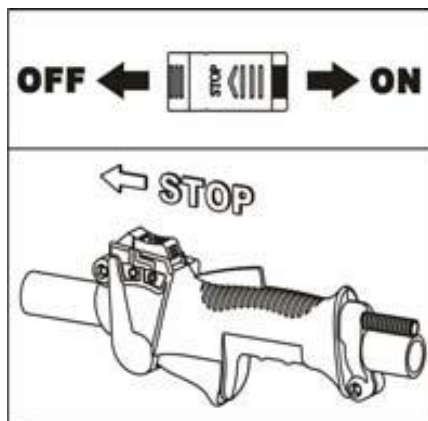

Fig. 17
4. Régler l'interrupteur sur ON. Dans le sens opposé à la flèche avec OFF. (Fig. 17)